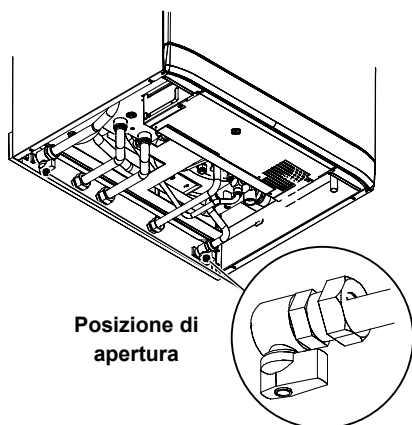

Figura 2.1
- I rubinetti della caldaia devono essere aperti Figura 2.1.